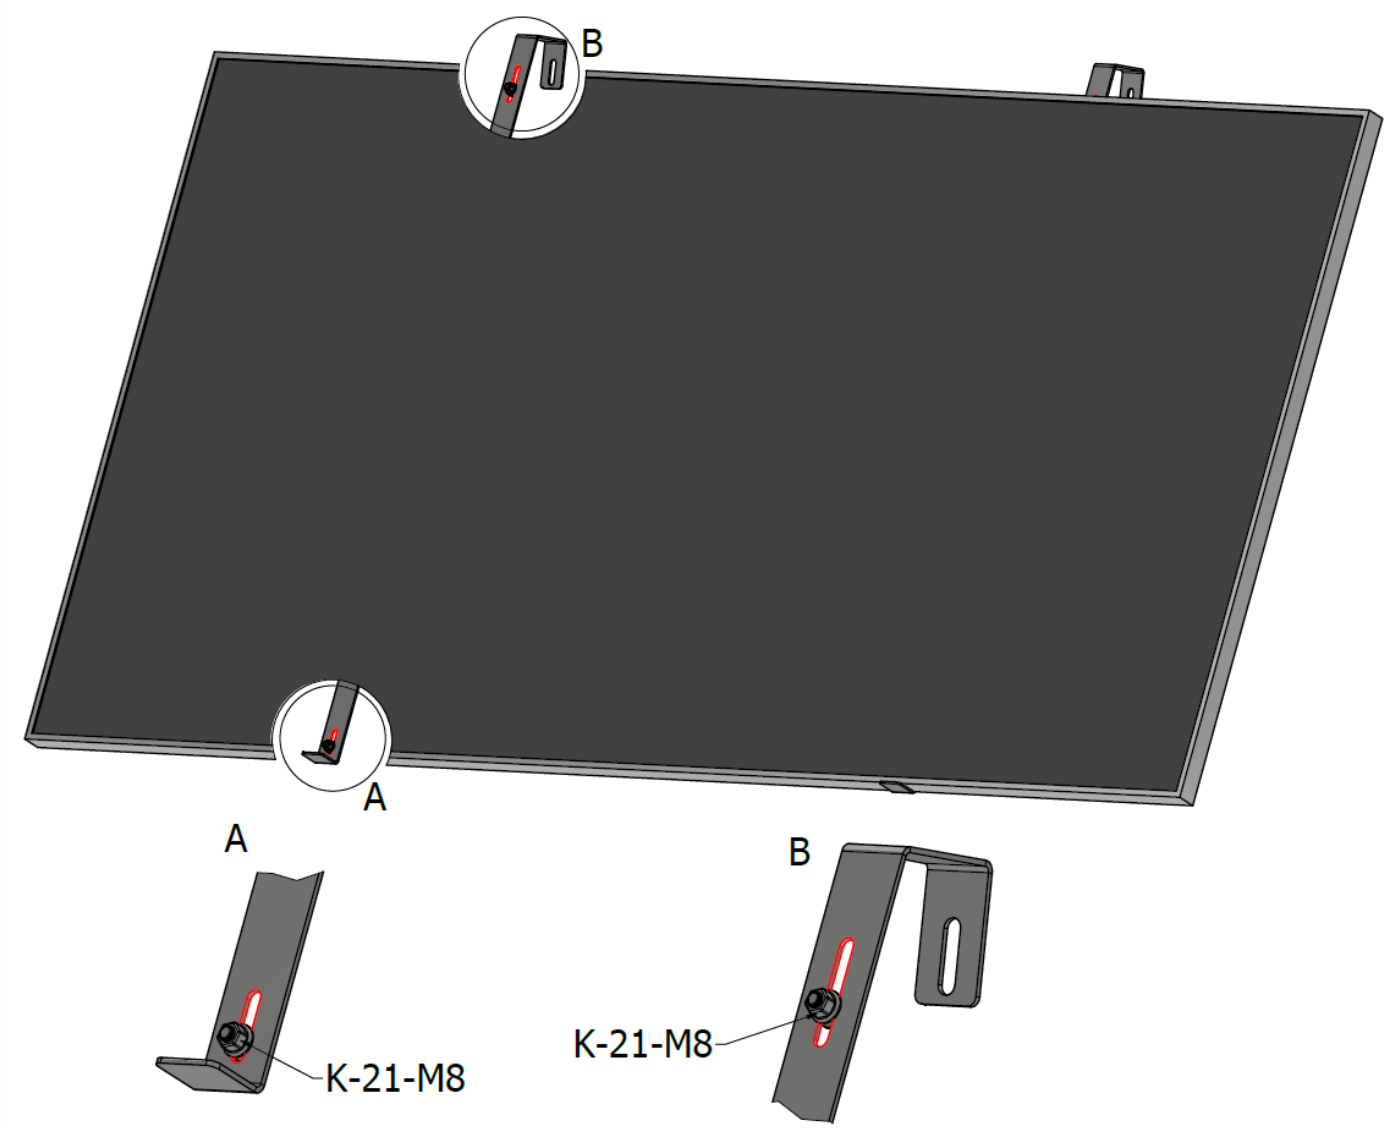

ABB.8 Modulmontage (Ansicht II)
8. Im nächsten Schritt wird die Sechskantschraube K-28-60 in das vorbereitete Loch im Element K-74-03 gesteckt und auf der gegenüberliegenden Seite mit der Mutter K-21 verschraubt (ABB.8). Dieser Bolzen soll das Bauwerk vor dem Absturz schützen.